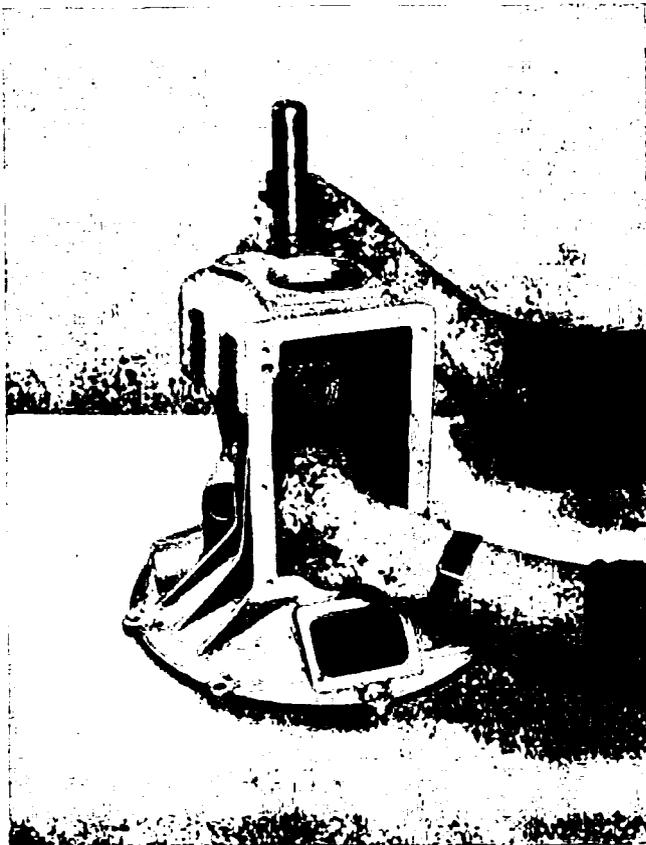

Abb. 6. Hilfsdorn Ac Eca 721
2. Die Vorgelegezahnäder sollen ein Axialspiel von 0,1 mm aufweisen. Dieses Spiel wird durch Einlegen von Ausgleichscheiben zwischen den rückwärtigen Gleitring und die Wand des Getriebegehäuses eingestellt. Zur Bestimmung der Anzahl der Ausgleichscheiben empfiehlt sich die Verwendung des Hilfsdornes Ac Eca 721 laut Abb. 6.